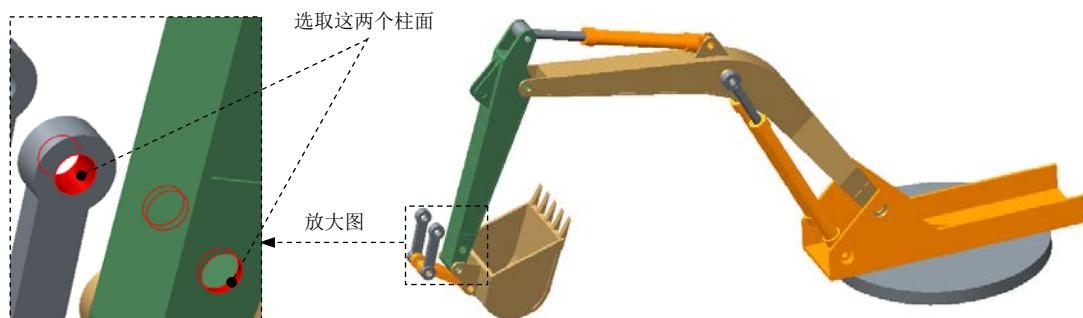
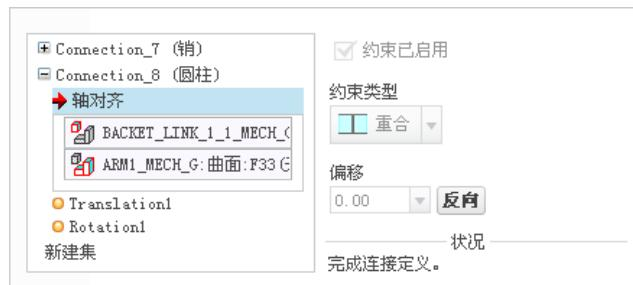

图 3.18.53 创建圆柱 (Cylinder) 连接
图 3.18.54 “放置”界面
(1) 在 **放置** 界面下方单击“新建集”字符，在“元件放置”操控板的机械连接约束列表中选择 圆柱 选项。
(2) 定义“轴对齐”约束。单击操控板中的 **放置** 按钮，分别选取图 3.18.53 所示的两个柱面为“轴对齐”约束参考，此时 **放置** 界面如图 3.18.54 所示。